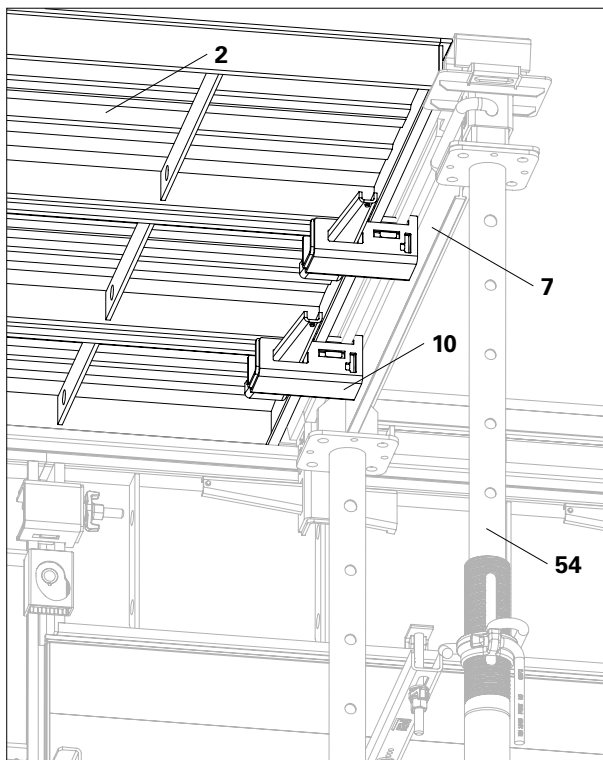

Fig. B7.12
1. Inserire un telaio per soletta UNO Plus (2) aggiuntivo. (Fig. B7.12)